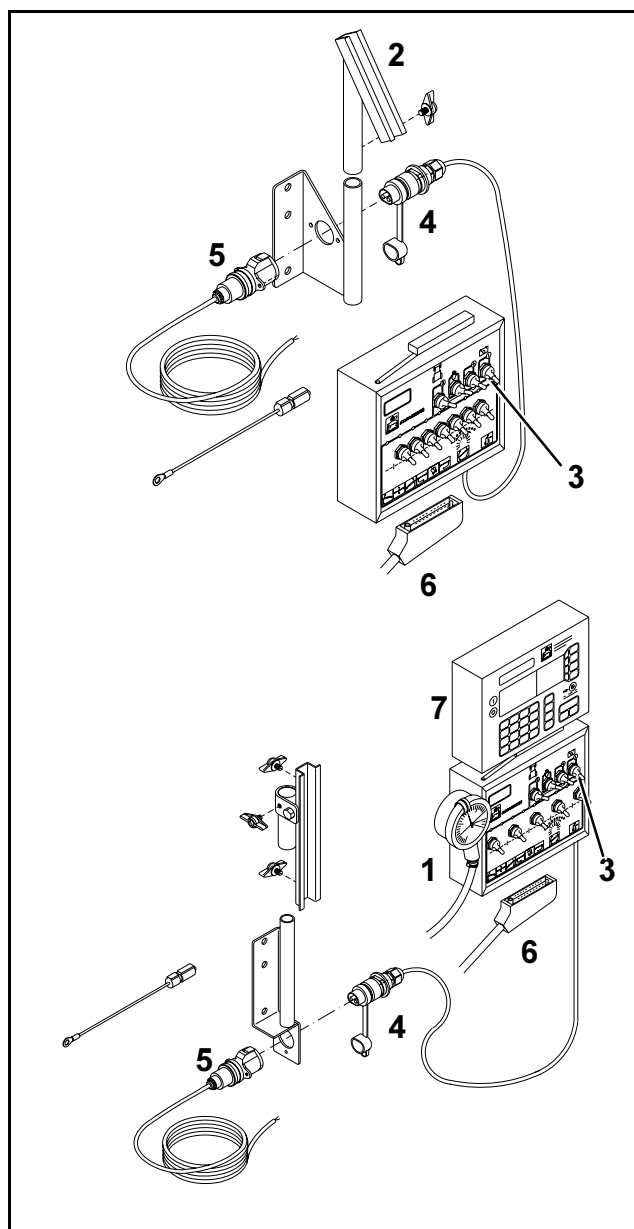

Рис. 23
- Пульт управления (Рис. 23/1) установите в паз шляповидной направляющей (Рис. 23/2) и закрепите при помощи зажимных винтов.
При сочленении следующих штекерных соединений, переключатель вкл./выкл. (Рис. 23/3) для подачи тока в пульт управления установите в положение "0" (Выкл.).
- Кабель подачи питания (Рис. 23/4) соедините с разъемом (Рис. 23/5) соединительного кабеля для аккумуляторной батареи.
- Кабель с/х агрегата (Рис. 23/6) подключите к пульту управления (только пульт управления SKS 50/ 70/ 90).
- Соответствующий бортовой компьютер (Рис. 23/7) подключите при помощи 48-полюсного штекерного соединителя к пульту управления.